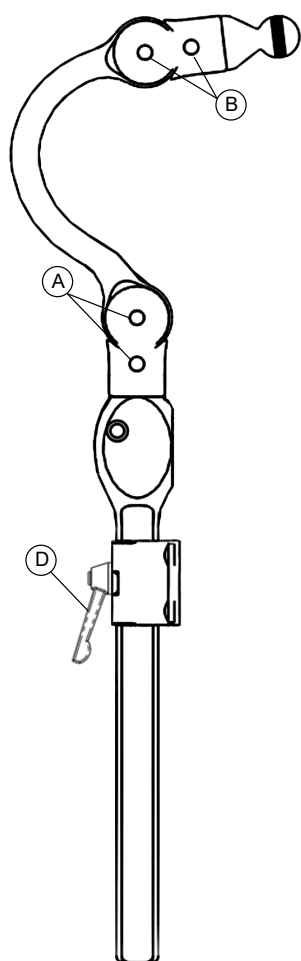
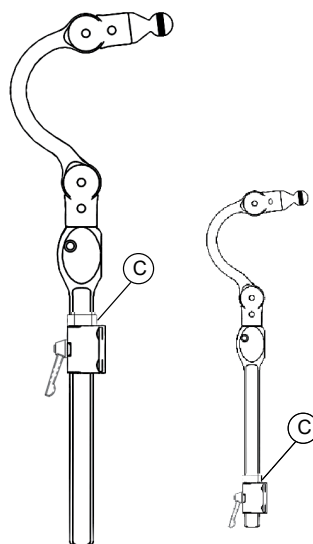
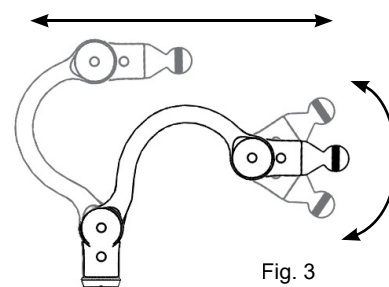

Fig. 1
Fig. 2
Fig. 3
1. Vertikalt - løsne hendelen (Fig. 1, E) og juster til riktig høyde, tilpass deretter sikkerhetsringen (Fig. 1, C). Husk å tilpasse indekspinnen til sporet på det avtakbare festet. (Fig. 1, F) Den vertikale stangen kan roteres for å justere vinkelen på puten/festeplaten.
2. Horisontalt/vertikalt – løsne skruene (Fig. 1, A og B) for justering av høyde og dybde. (Fig. 2).
1. Monter som vist i Fig. 1.
1. Vertikalt – løsne hendelen (Fig. 1, D) og juster til riktig høyde, tilpass deretter sikkerhetsringen (Fig. 2, C). Den vertikale stangen kan roteres for å justere vinkelen på puten/festeplaten.
2. Dybde- og vinkeljustering - løsne de tre justeringsskruene (Fig. 1, A og B) for å justere dybden og vinkelen. Bemerk deg vinkeljusteringen som er vist i Fig. 3.
1. Åpne dekslet som dekker leddet (Fig. 2, B). Sett T-håndtaket eller kulen under kanten, og skyv den opp og ut. Se Fig. 1. Indekspin på anti-rotasjonsringen (Fig. 1, C) passer inn i sporet øverst på det avtakbare festet (Fig. 1, D) for å hindre rotasjon.